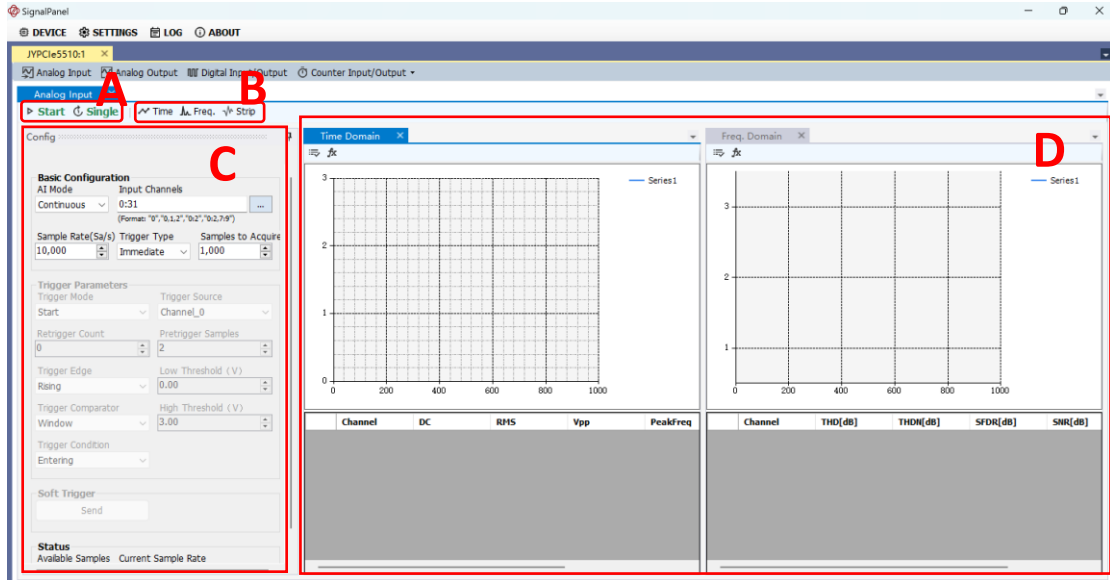

图 6 模拟输入（Analog Input）功能界面
模拟输入（Analog Input）功能界面如图所示（图 6）：
1. 设置模拟输入的任务参数（通道、采样率、采样点数等），参看图 6 的 C 区域；
2. 点击 Start 按钮启动任务，参看图 6 的 A 区域；